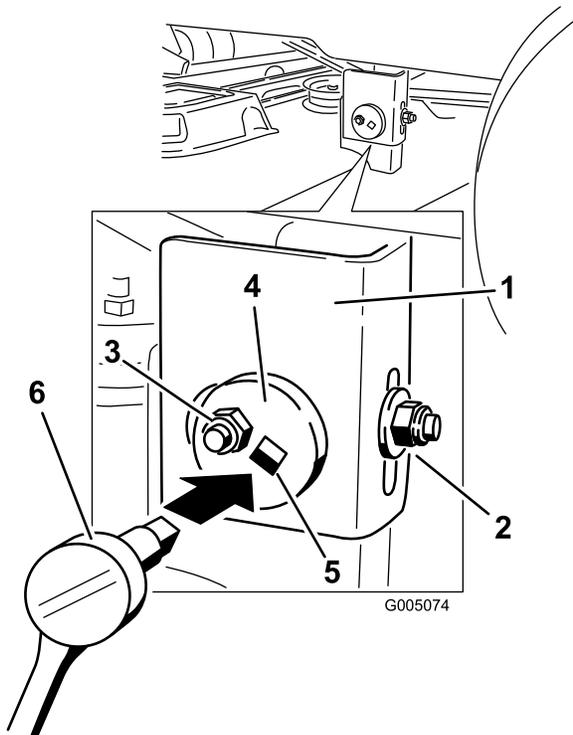

Figura 50
6. Mueva al lado izquierdo de la máquina. Afloje, pero no retire, la tuerca de bloqueo trasera de la barra de soporte (Figura 50).
excéntrica (Figura 50). Utilice una llave de extensión de 3/8 pulg. de una llave de tubo para manipular la placa excéntrica. Utilice la llave para ajustar la altura de la plataforma del cortacésped a la altura deseada.
8. Cuando la plataforma esté en la posición deseada, apriete la tuerca de bloqueo lateral de la barra de soporte para fijar la posición nueva (Figura 50). Apriete la tuerca de bloqueo trasera de la barra de soporte.